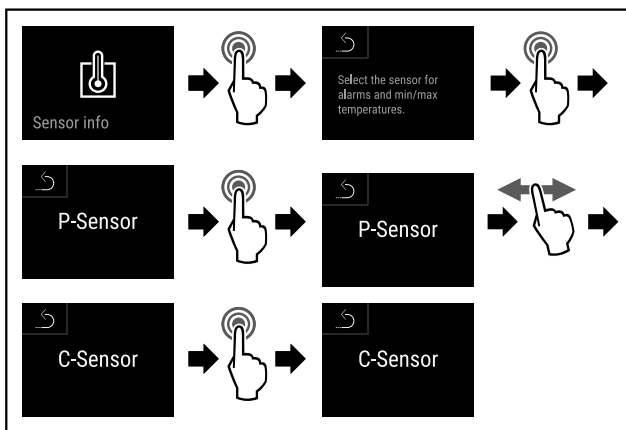

Fig. 166
- ▶ Suivre les étapes (voir Fig. 166).